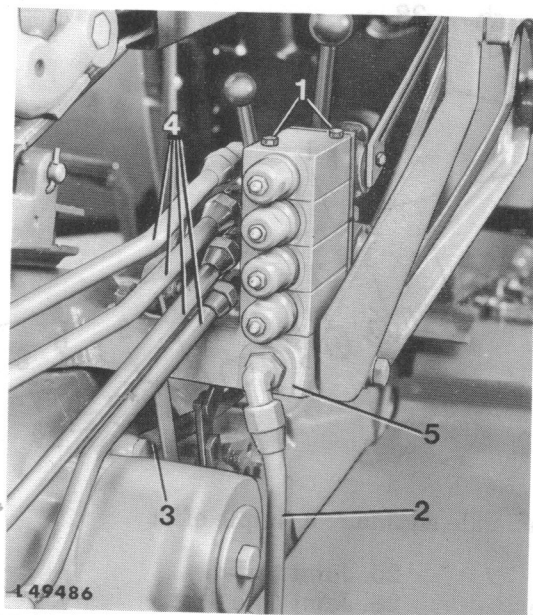

Fig. 2 — Deux distributeurs de commande auxiliaires à double effet montés
4. Deux distributeurs de commande auxiliaires à double effet (voir fig. 2 et 5).
Lorsque le tracteur est équipé de deux distributeurs de commande auxiliaires à double effet, il y a alors trois distributeurs auxiliaires, avec des canaux percés et un distributeur fermé d'un côté (en haut) ainsi que deux chapeaux 15. Le couvercle 29 n'est pas utilisé (voir fig. 2).
Enlever des écrous des conduites 4 (fig. 2) sur les raccords soudés du distributeur.